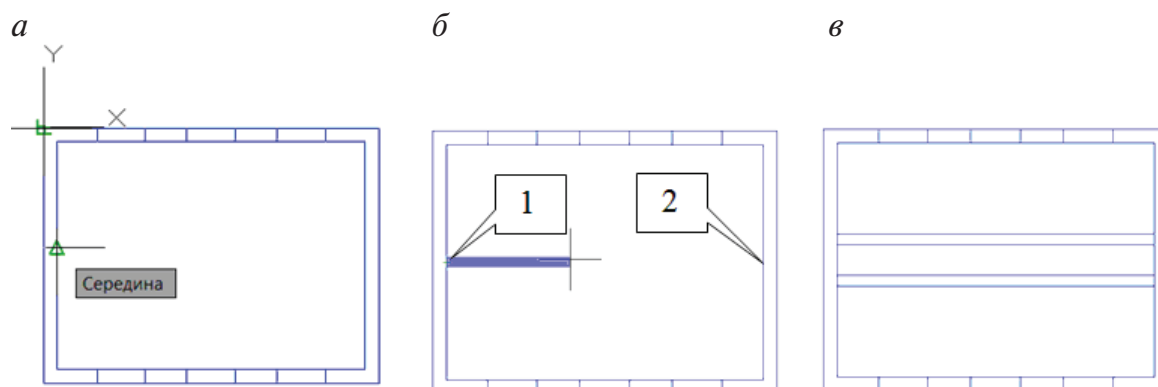

Рис. 189. Вычерчивание внутренних продольных перегородок:
7. Построим внутренние перегородки здания командой Политело (рис. 189). Включим объектную привязку Нормаль  и Середина , выбрав их из списка Объектных привязок .
Установим стандартный вид Сверху  (см. рис. 189, а) и пользовательскую систему координат МСК, щелкнув кнопку МСК  панели Координаты вкладки Главная Ленты. Переместим Начало ПСК  в левый верхний угол каркаса здания (см. рис. 189, а).
Используя объектную привязку Середина (см. рис. 189, *а*), вычертим продольную перегородку 1–2 (рис. 189, *б*) с толщиной стены 380 мм.
положение точки 1 на перегородке определим с помощью привязки Середина (см. рис. 189, *б*), затем доводим перегородку до противоположной стены — точка 2, ожидаем появление привязки Нормаль , щелкаем ЛКМ и завершаем команду щелкнув *Enter* (см. рис. 189, *б*).
Для формирования внутреннего коридора шириной 1500 мм копируем  и перемещаем  построенную продольную перегородку по плану на 750 вверх и вниз (см. рис. 189, *в*).